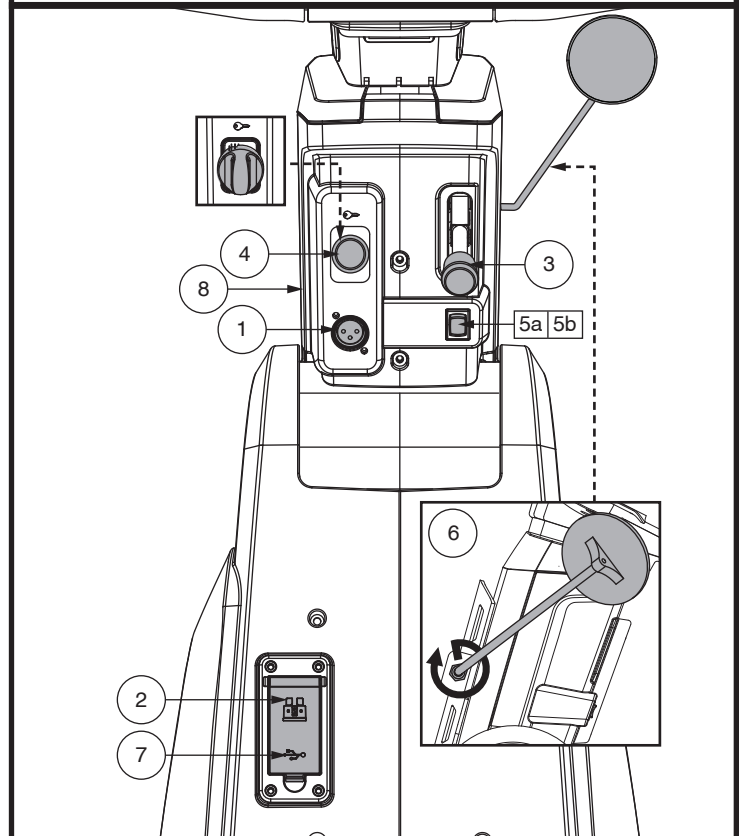

Figure 4. Composants du guidon inférieur
Pour charger les batteries, le cordon du chargeur doit être branché dans ce réceptacle. Le réceptacle est situé sur le guidon. Voir la figure 4.
- Insérez la clé dans le contact et tournez-la dans le sens horaire pour allumer votre scooter. Voir la figure 4.
Ce commutateur permet de sélectionner le levier d'accélérateur (gauche ou droit). Voir la figure 4.